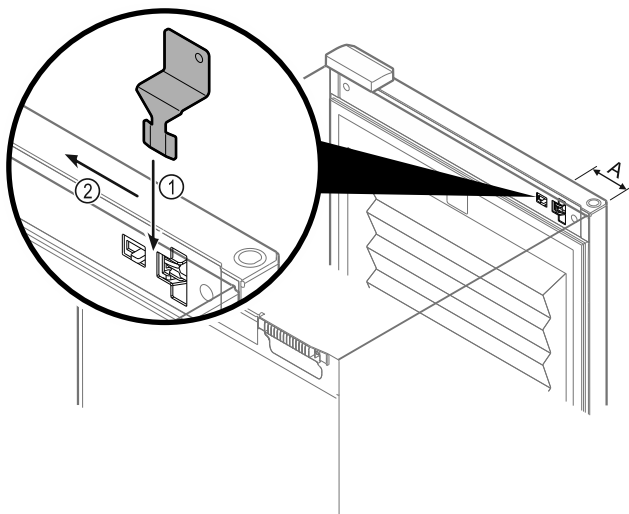

Fig. 90
- ▶ Поставете ключа за аварийно отключване на предвиденото място Fig. 90 (A) ≈ 100 mm.
- ▶ Вкарайте ключа за аварийно отключване между вратата и корпуса на уреда отгоре до упор Fig. 90 (1).
- ▶ Изтеглете ключа за аварийно отключване по посока на страната на пантите Fig. 90 (2).